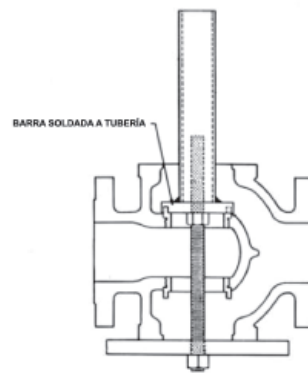

Figura 3
El fabricante instala los anillos de asiento roscados (15 y 16) muy apretados, por lo que puede resultar difícil extraerlos después de años de servicio. Para facilitar su retirada, pueden fabricarse llaves especiales que se adapten a una llave de gancho para enganchar los orejetas de los anillos de asiento (consulte la Figura 3). Si un anillo es especialmente difícil de extraer, puede aplicar calor o aceite penetrante.
- C. Instale y apriete los anillos de asiento con la llave que fabricó para extraerlo. (Ver Figura 3).